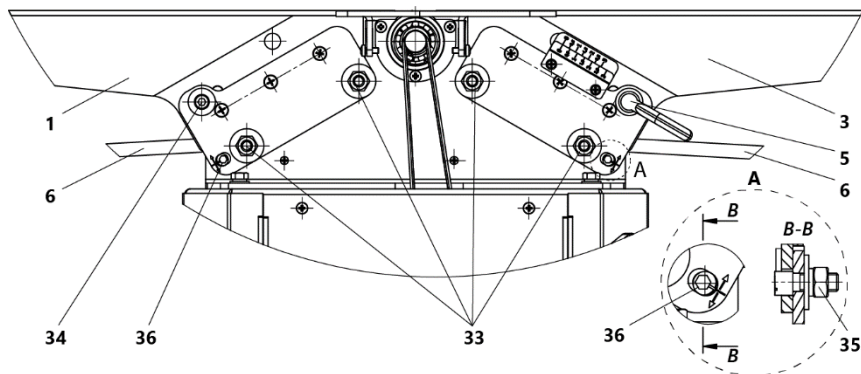

Рисунок 12 Регулировка фуговальных столов
- ослабьте фиксацию ручек 5 (рис. 12) с двух сторон, поднимите загрузочный стол 3 в крайнее верхнее положение с помощью ручки 6 и зафиксируйте его;